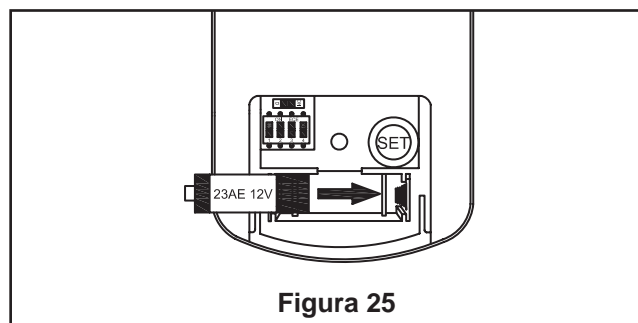

Figura 25
2. Para que el ventilador sea funcional, instale las pilas (incluidas) de 23A/12V en el transmisor del mando a distancia. Mientras el ventilador esté apagado. A continuación, siga el proceso de fijación remota de código. Si no se utiliza el ventilador durante un largo periodo de tiempo, extraiga la batería para evitar cualquier daño al transmisor. Almacene el mando a distancia en un lugar alejado del calor o la humedad excesiva. (Figura 25)